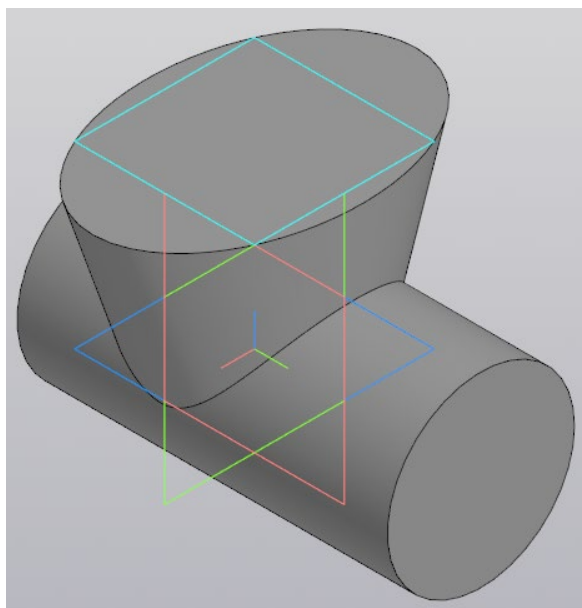

Рисунок 64 – Создание цилиндрической основы корпуса мясорубки
10.6 Используя команду «Элемент вращения» создайте цилиндр по данному эскизу относительно вертикальной линии прямоугольника, проходящей через точку начала координат (рис. 64).